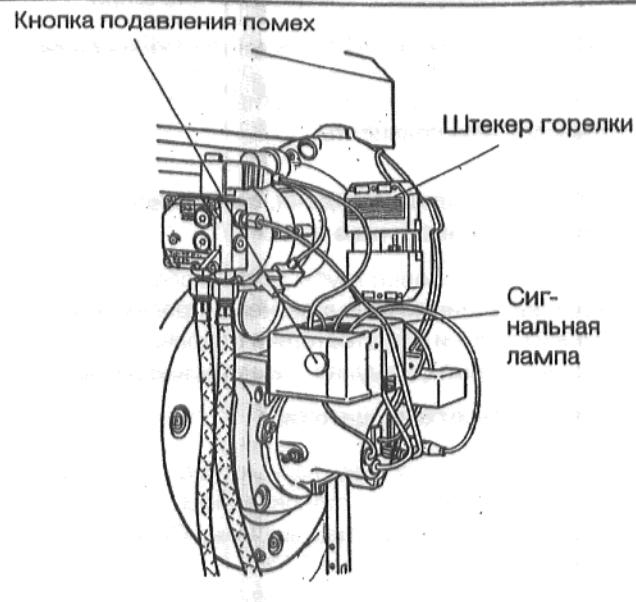

Рис.1
Горелка соединена с устройством регулирования посредством штекерного соединения в готовом к эксплуатации виде (рис.1).
- Нажать кнопку подавления помех на автомате розжига (рис.1). При включении горелки на нагрев горелки требуется время продолжительностью примерно 1...2 минуты. О включении режима нагрева дизельного топлива сообщает сигнальная лампа на автомате розжига.